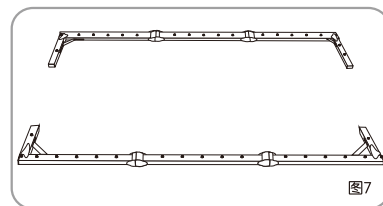

图7
4. 按照以上同样的方法将另外一个主框架展开，并将两条主框架相对应放置在地上。(见图7)